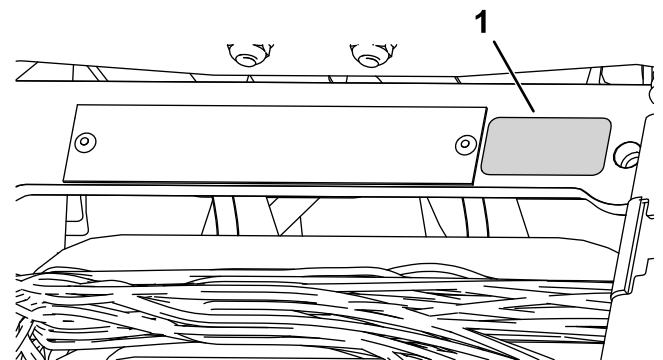

Figura 12
- Instale la pegatina del año de producción cerca de la placa del número de serie (Figura 12).